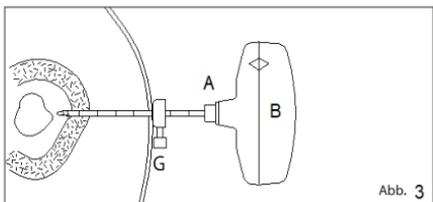

Abb. 3
ABB. 3 Drehen Sie die Schneidekanüle und der Mandrin (A+B) vorsichtig, aber sicher im Uhrzeigersinn, bis die Tiefenlehre (G) die Haut erreicht und/oder die gewünschte Position erreicht ist.